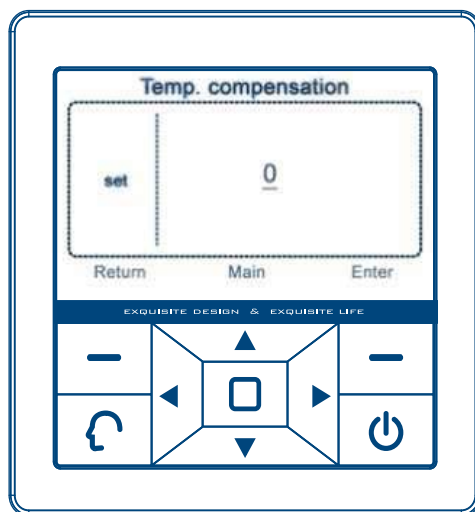

Рис. 23
Главный интерфейс → Меню/Menu → Другое/Other → Ввод пароля верхнего уровня/Enter high-class password → Температурная компенсация/Temp. Compensation → клавиша Enter. См. Рис. 23.
2. В данном интерфейсе (Рис. 23) используйте навигационные клавиши «вверх» и «вниз» для задания значения температурной компенсации. Допустимый диапазон в градусах Цельсия - от -4 до +4; допустимый диапазон в градусах Фаренгейта - от -7 до +7. По умолчанию температурная компенсация равна 0. После ввода требуемого значения нажмите клавишу «Enter» для подтверждения выбора. Для отмены выбора и возврата к прежнему значению нажмите клавишу «Return».